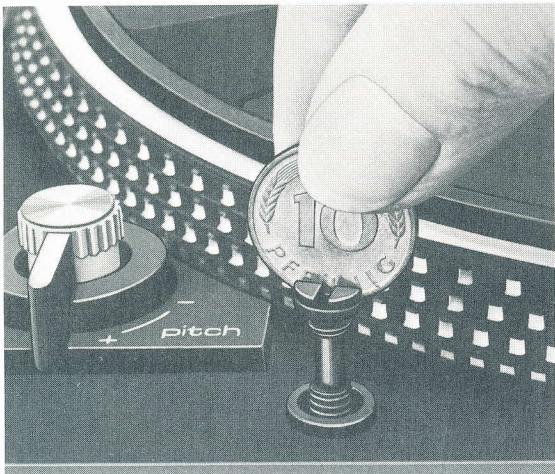

Fig. 1
Zum Lösen der Transportsicherungsschrauben (Fig. 1) drehen Sie diese im Uhrzeigersinn, bis sie ca. 15 mm tiefer rutschen und ziehen Sie – durch Weiterdrehen im Uhrzeigersinn – fest. Damit ist der Plattenspieler für die Spielstellung federnd gelagert (B).